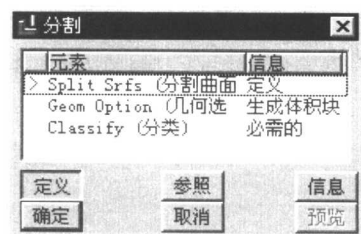

图 1.24 “分割”对话框
Step2. 在系统弹出的 **SPLIT VOLUME (分割体积块)** 菜单中, 依次选择 **Two Volumes (两个体积块)**、**All Workps (所有工件)** 和 **Done (完成)** 命令, 此时系统弹出如图 1.24 所示的“分割”对话框和如图 1.25 所示的“选取”对话框。
(1) 在系统 **为分割工件选取分型面** 的提示下, 先将鼠标指针移至模型中的型芯分型面的位置右击, 从快捷菜单中选取 **从列表中拾取** 命令。